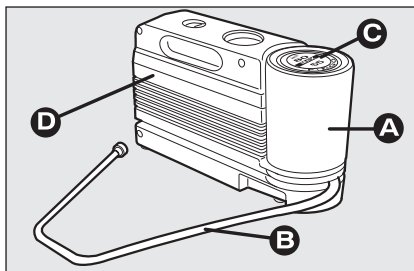

fig. 2
Il kit **fig. 2** comprende:
- un compressore **D-fig. 2** completo di manometro e raccordi, reperibile nel vano;